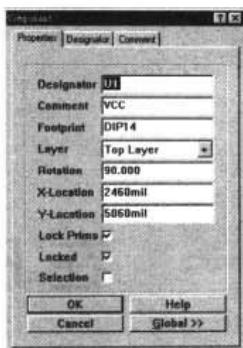
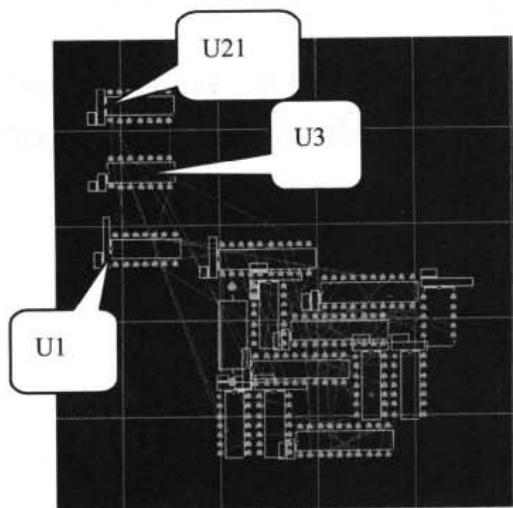
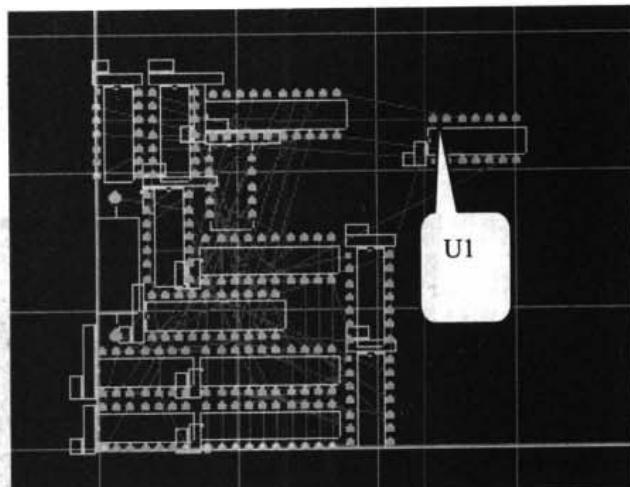

图 13-2 元件手工定位
图 13-3 U21、U3、U1 手工定位后自动布局效果图
图 13-4 U1 采用手工定位后自动布局效果图
- (2) 在 PCB 板中，将鼠标移动到需要定位的元件上，双击鼠标左键，弹出如图 13-2 所示的 Component (元件) 属性对话框；在对话框中 Locked 选项后的方框内单击鼠标左键，出现符号“√”，可选中 Locked 选项。
- (3) 在图 13-2 所示对话框中，单击 Layer 下拉列表框右边的下拉按钮，在弹出的下拉菜单中选择手工定位元件的所在层 Top Layer；在 X-Location、Y-Location 选项中输入元件的坐标，定位元件在 X 轴和 Y 轴的坐标位置；设置好后，再单击 OK 按钮。
- (4) 按照上面的步骤，可以对需要定位的元件一一进行手工定位；
- (5) 手工定位的元件，在自动布局时，系统将不对其进行布局。其他元件的布局，将以手工布局的元件位置为参考，围绕手工定位元件进行。U1、U3、U21 全部采用手工定位的元件自动布局和只有 U1 采用手工定位后自动布局的效果对照，如图 13-3 和图 13-4 所示。
- (6) 如果要使手工定位的元件能自动布局，可以在图 13-2 中，去掉选择 Locked 选项。